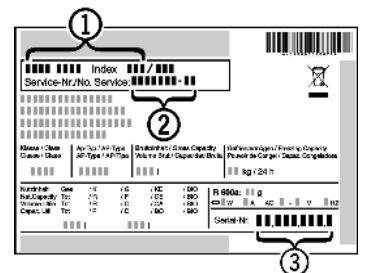

Fig. 10
- ▶ A készülék megnevezését *Fig. 10 (1)*, a szerviz- *Fig. 10 (2)* és sorozatszámot *Fig. 10 (3)* a típusabláról olvassa le. A típusablát a készülék belsejében baloldalon található.
- ▶ Értesítse a vevőszolgálatot a hibáról, és adja meg nekik a készülék megnevezését *Fig. 10 (1)*, a szerviz- *Fig. 10 (2)* és a sorozatszámot *Fig. 10 (3)*.